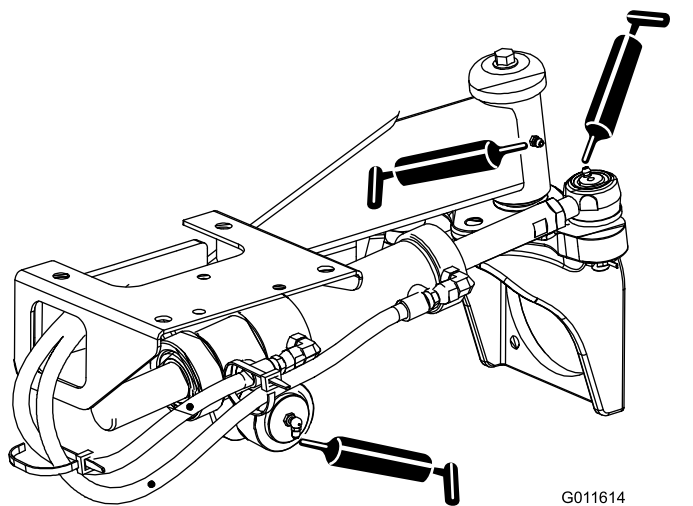

Figura 76
- Giunti a sfera del cilindro di sterzo (2) e assale posteriore (1) – Figura 76